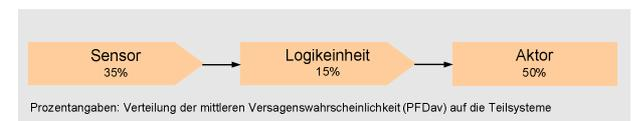

Bild 4: Sicherheitsfunktion (SIF)
- 3.3 Berechnungsbeispiele „SIL Hardware“ (Bild 4)